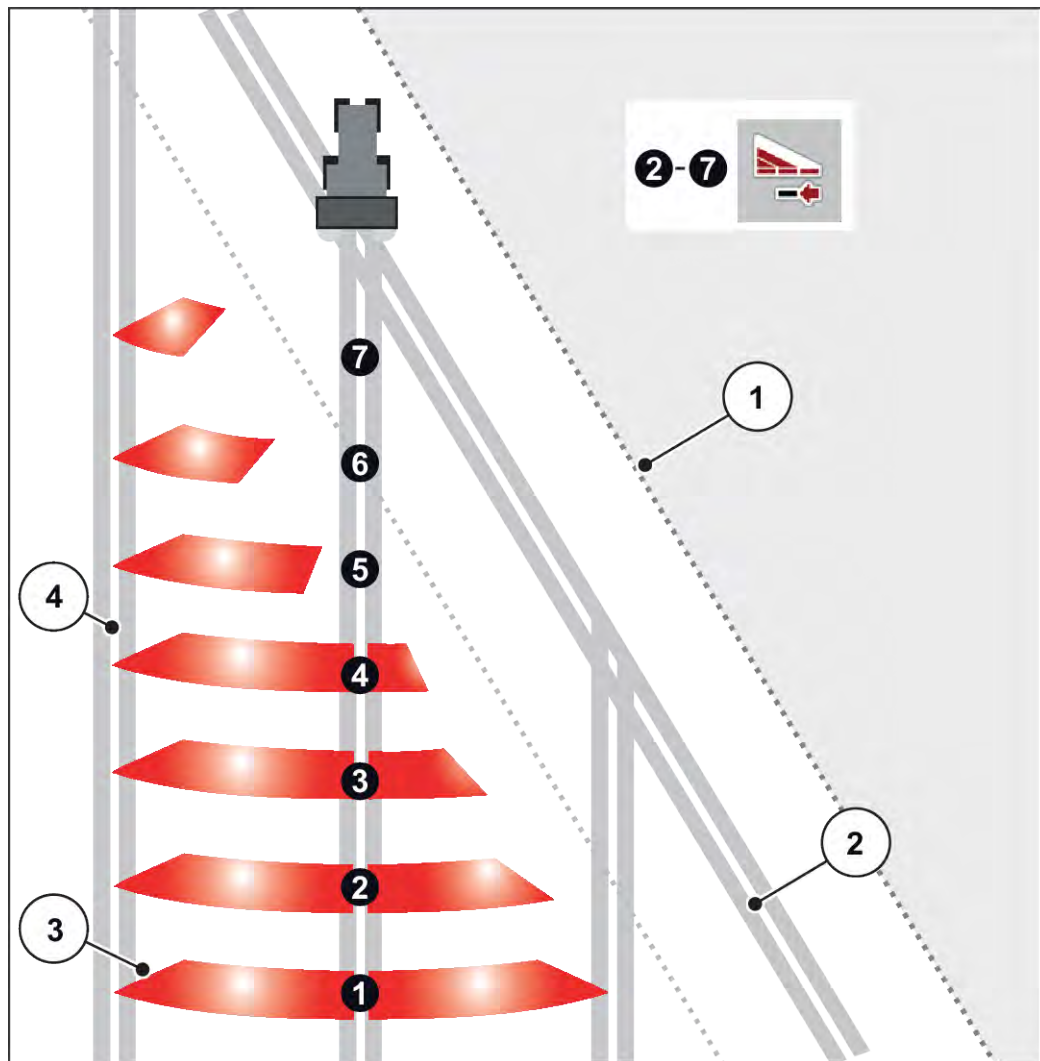

Fig. 44: Automatisk delbredeaktivering
- Delbreddeaktivering er mulig udefra og ind eller indefra og ud. Se Fig. 44 Automatisk delbreddeaktivering